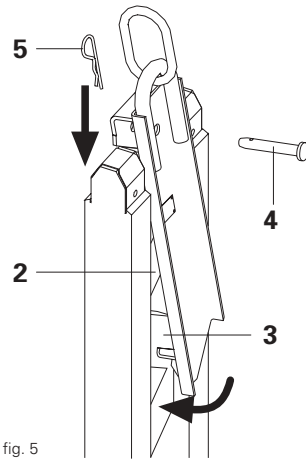

fig. 5
3. Ruotare verso l'interno l'appoggio intermedio **2** e l'angolare d'appoggio **3** tra le diagonali della trave (fig. 5).